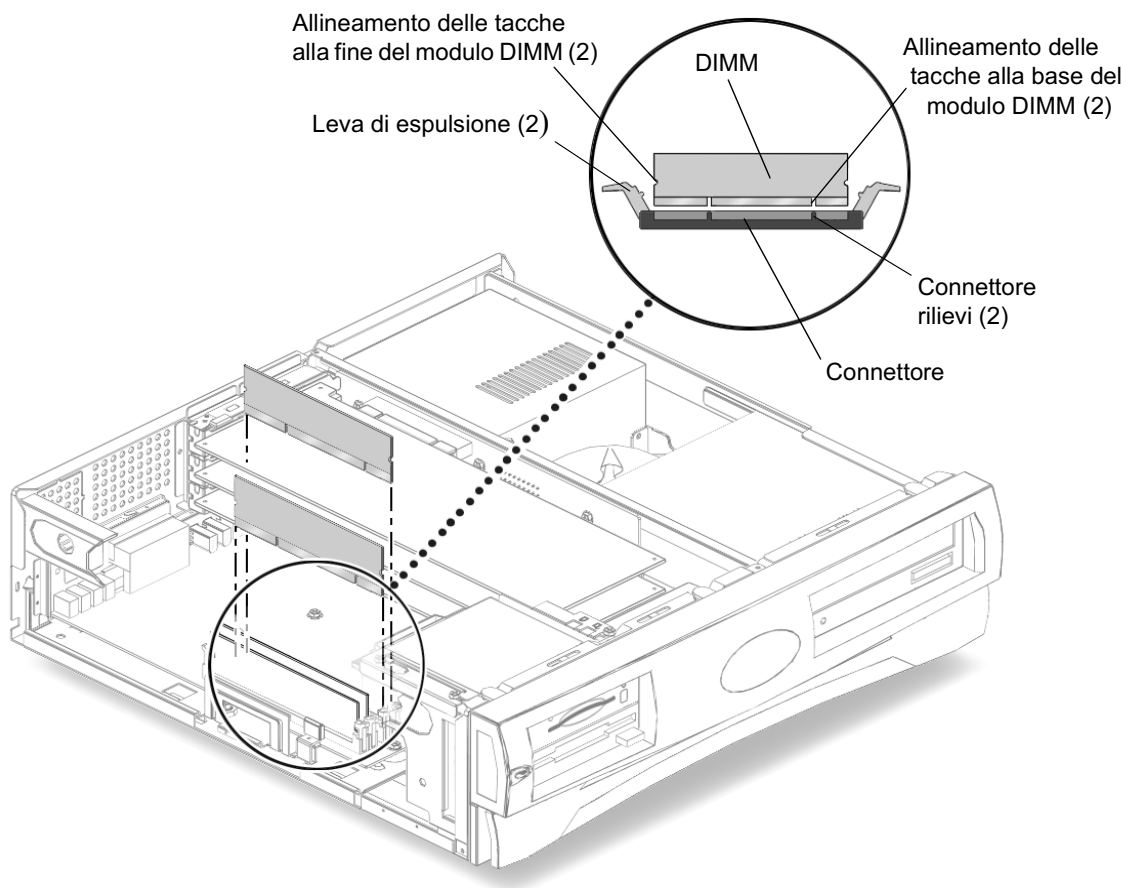

FIGURA 4-7 Installazione dei DIMM
2. Separare le levette di espulsione alle estremità di un connettore DIMM vuoto sulla scheda madre (FIGURA 4-7).